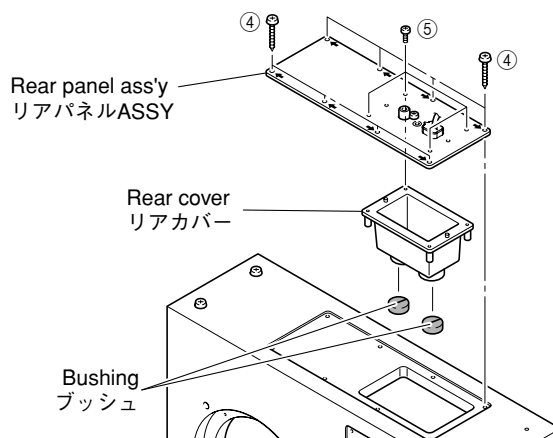

Fig. 5
- a. Remove 8 screws (④). (Fig. 5)
- b. Remove the rear panel ass'y. (Fig. 5)
- c. Remove 2 bushings. (Fig. 5)
- d. Remove 4 screws (⑤) and then remove the rear cover. (Fig. 5)
- a. ④のネジ8本を外します。(Fig. 5)
- b. リアパネルASSYを取り外します。(Fig. 5)
- c. ブッシュ2個を外します。(Fig. 5)
- d. ⑤のネジ4本を外し、リアカバーを取り外します。(Fig. 5)